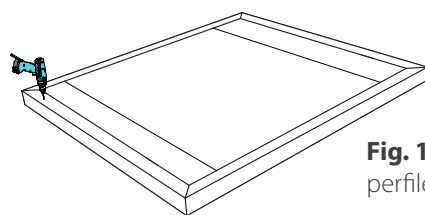

Fig. 151. Taladrar los perfiles de PVC
3. Se realizan unos taladros para introducir los remaches con una broca de Ø5mm (Fig. 151,152).